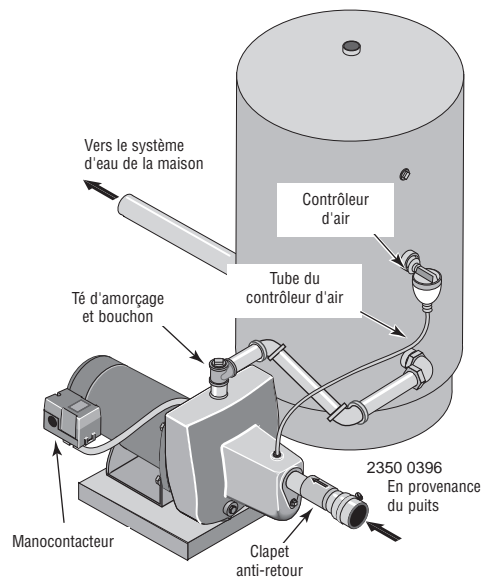

Figure 5 : Branchements sur un réservoir standard
BRANCHEMENT SUR UN RÉSERVOIR STANDARD (Figure 5)
(Figure 5)
- 1 ° Poser un té dans l'orifice de refoulement de la pompe (voir la Figure 5).
- 3 ° Déposer le bouchon fileté de 1/8 de pouce NPT de l'orifice du contrôleur d'air de la pompe (voir la Figure 5). Poser un tube entre l'orifice du contrôleur d'air (voir la Figure 5) de la pompe et l'orifice du contrôleur d'air monté sur le réservoir. Pour plus de détails, se reporter aux instructions fournies avec le réservoir et le contrôleur d'air. L'emplacement de l'orifice du contrôleur d'air variera en fonction du modèle de pompe (se reporter aux vues éclatées, page 24).